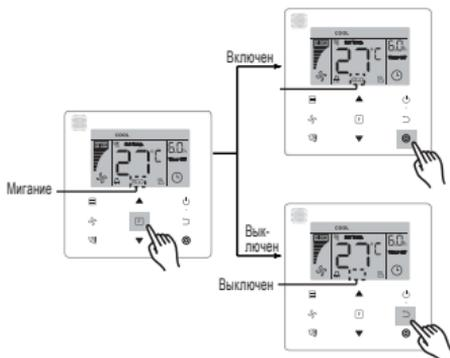

Рисунок 6.14
- Включение/выключение функции «ECO»: нажмите кнопку **F** (функция) для переключения на функцию «ECO» (значок «ECO» мигает). Затем нажмите кнопку **⊙** (подтверждение) для включения функции или кнопку **⏏** (отмена) для выключения функции (см. Рисунок 6.14).